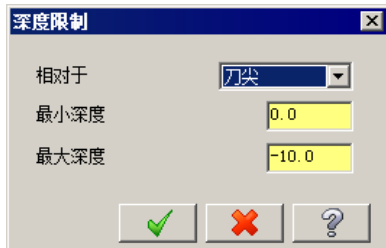

图 6.4.7 “深度限制”对话框
- **深度限制(D)...** 按钮：要激活此按钮，先要选中此按钮前面的 ☒ 复选框。单击此按钮，系统弹出“深度限制”对话框，如图 6.4.7 所示。通过此对话框可以对切削深度进行具体设置。